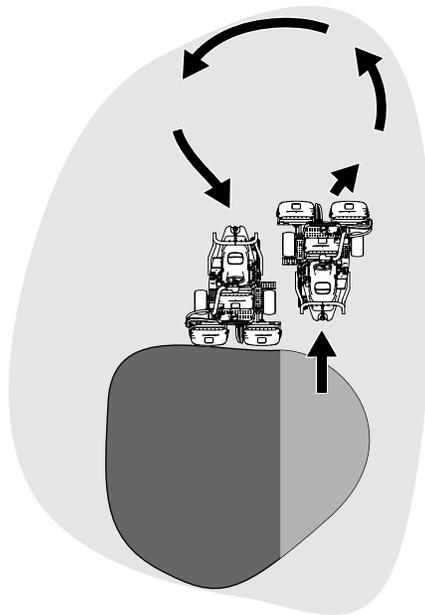

Figura 23
6. Para reduzir o tempo de operação e facilitar o alinhamento para o passe seguinte, vire momentaneamente a máquina na direção oposta e, em seguida, vire na direção da faixa a cortar. O movimento é na forma de gota (Figura 23), e permite alinhar rapidamente a máquina para o próximo passe.